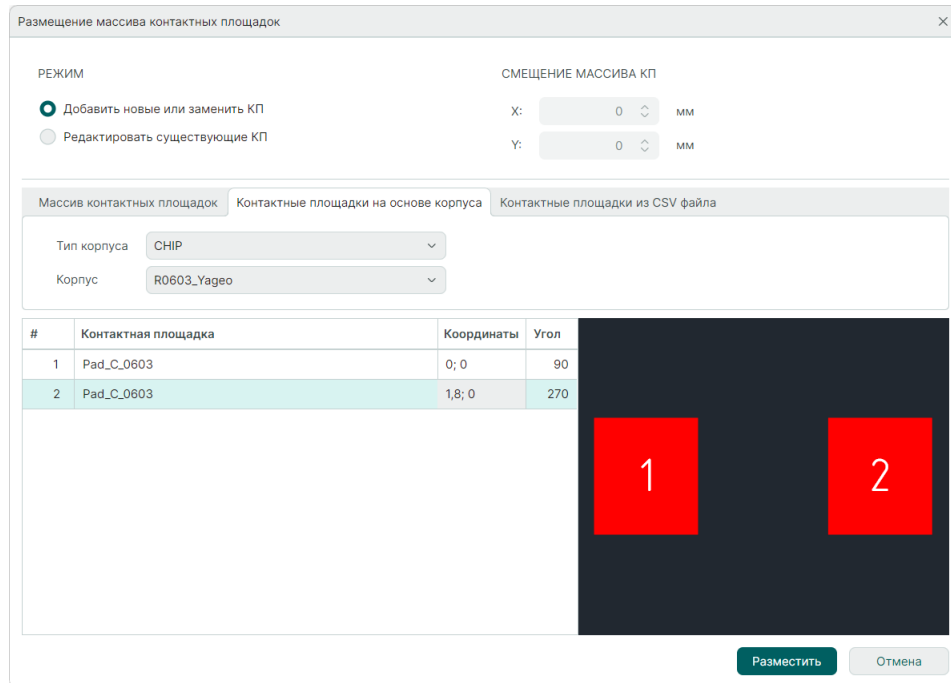

Рис. 99 Изменение координат и угла поворота контактной площадки
5. При необходимости скорректируйте координаты и угол поворота элементов массива в столбцах «Координаты» и «Угол», см. Рис. 99.